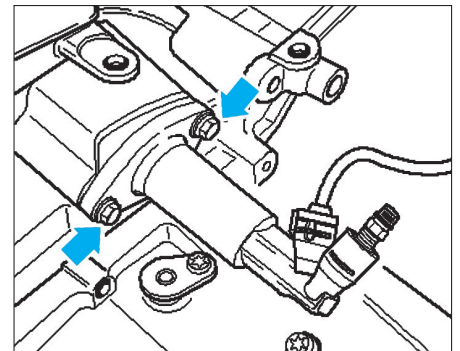

FIG. 6
- le support (C) de la boîte de vitesses et le séparer de la conduite (B),
- le récepteur en le plaçant sur le côté sans ouvrir le circuit hydraulique (Fig.6),